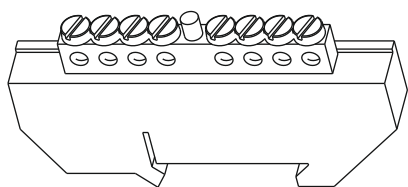

Рисунок 4
2.3 Установите и закрепите с помощью винта М4х20 и шайб 4 Шину PEN 8/1 на изоляторе (рисунок 4).